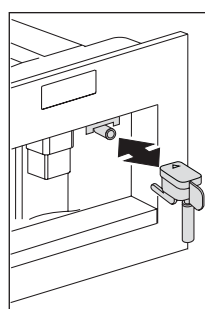
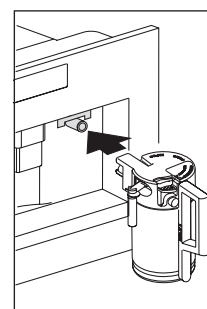

Fig. 13
Fig. 32
- Retirer le bec à eau chaude (Fig. 13) et fixer le récipient à lait sur l'embout. (Fig. 32).